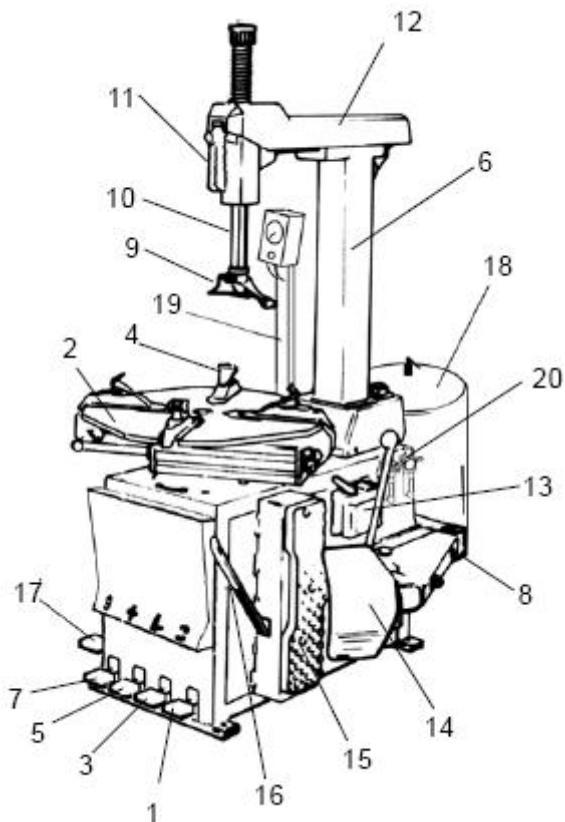
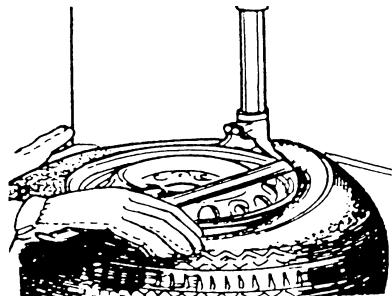
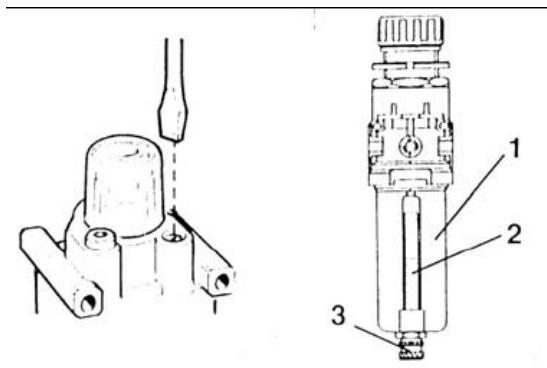

Рис.2
Рис.7
Рис.10
Перед использованием шиномонтажного станка рекомендуется ознакомиться с основными компонентами механизма. См. рис.2.
- 1) Нажмите реверсивную педаль (1, рис.2) вниз, стол начнет вращение по часовой стрелке. Поднимите педаль и стол будет вращаться против часовой стрелки.
- 2) Вручную раскройте рукоятку разбортирования (8, рис.2) и нажмите педаль разбортирования (7, рис.2). Рукоятка разбортирования закроется. Когда педаль освобождена, она должна вернуться на свое исходное положение.
- 3) Нажмите на педаль зажима кулачка (3, рис.2), чтобы открыть 4 кулачка. Когда педаль будет нажата еще раз, 4 кулачка закроются.
- 4) Нажмите на педаль наклона стойки (7, рис.2), вертикальная стойка отклонится назад, заняв нерабочее положение, и затем снова вернувшись в рабочую позицию.
- 7) Проверьте, чтобы масло капало в стеклянную чашку лубрикатора после каждого 2-3 движений ножных педалей (3 или 7, рис.2). Подачу масла можно отрегулировать с помощью вентиля настройки лубрикатора (см.рис.10)
- 3) Нажмите педаль наклона стойки (5, рис.2), стойка отклонится назад на нерабочее положение.
- 4) Установите колесо на монтажный стол (3, рис.2) и закрепите его, нажав педаль фиксации
- 8) Удерживая рычаг (рис.7), вращайте стол по часовой стрелке, полностью отжав реверсивную педаль (1, рис.2), пока шина полностью не отделится от обода.
- 4) Нажмите педаль наклона стойки (5, рис.2) и вертикальная рукоятка будет в нерабочей позиции.
- 5) Минимум 1 раз в месяц проверяйте уровень масла в масляном бачке. При необходимости долейте масло SAE30. Убедитесь также, что после 3-4 нажатий на педаль отжима покрышки в бачок поступает 1 капля масла. При необходимости отрегулируйте при помощи регулировочного винта поток масла (см.рис.10).
- 8) Для наилучшей работы устройства накачивания проверьте уровень воды в устройстве подачи воздуха (рис.10). Уровень не должен выходить за красную границу. При необходимости, слейте воду, повернув стопорное колесо (3, рис.10) по часовой стрелке.